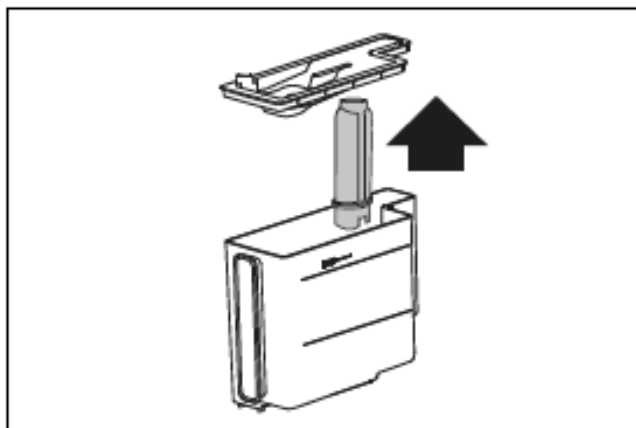

Рис. 55
- «Снимите фильтр для воды» (рис. 55): извлеките резервуар для воды (A12), снимите фильтр для смягчения воды (C4) (если установлен) и опорожните резервуар. Нажмите > NEXT.